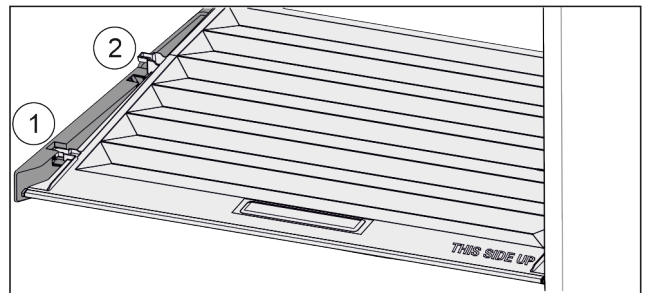

Fig. 51
- ▶ Tirer le couvercle vers l'avant jusque dans l'orifice des pièces de retenue Fig. 51 (1).
- ▶ Le soulever par le bas à l'arrière et le sortir par le haut Fig. 51 (2).